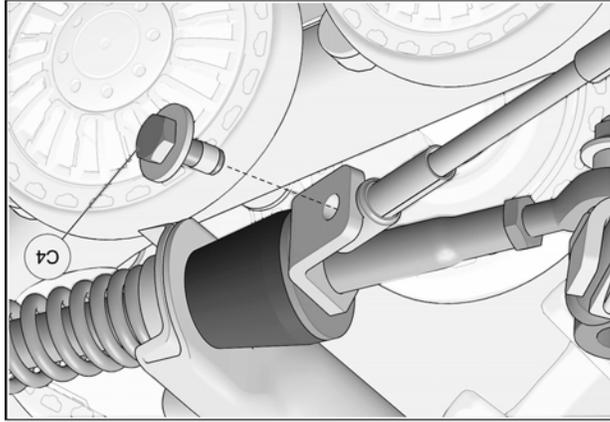

Fig. 29
16. Tourner légèrement le volant dans le sens contraire jusqu'à ce que le câble puisse être fixé à la plaque de support en utilisant le boulon (C4) fourni. Serrer à un couple de 35 N•m [24 lb•pi]. Voir la Fig. 29. Effectuer le même exercice du côté droit.